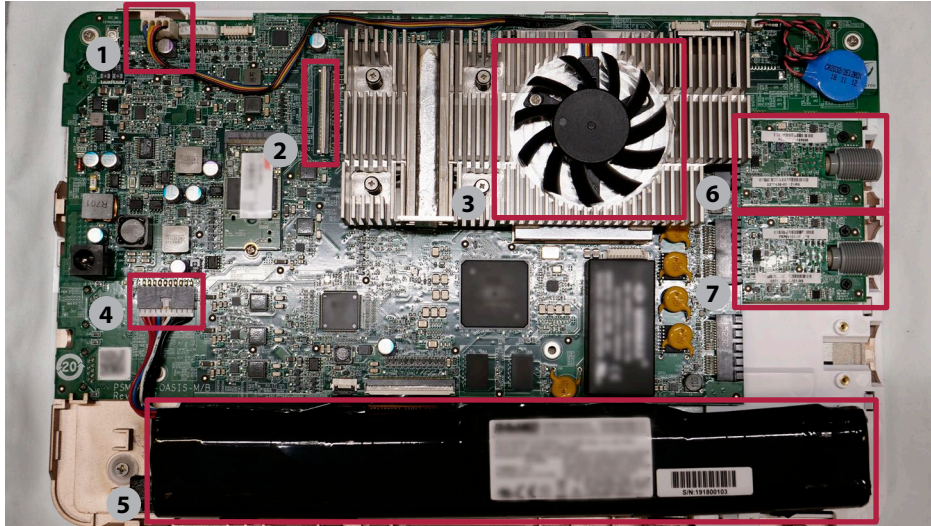
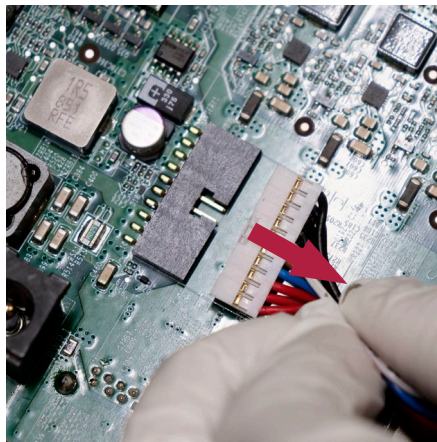
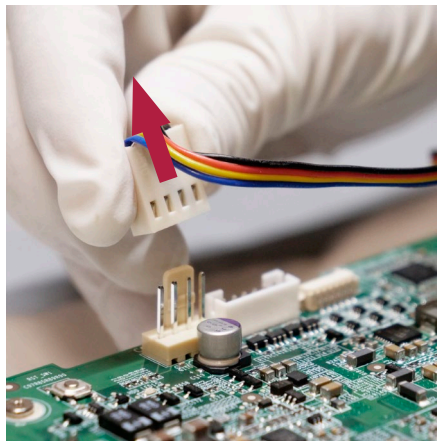

图 12 主板概览。 部件名称： ① 风扇连接器， ② 连接主板的 FPC 连接器， ③ 风扇， ④ 电池连接器， ⑤ 电池， ⑥ 可视化设备接口 (VDI) 板 1 ⑦ 可视化设备接口 (VDI) 板 2
图 13 断开电池电缆
图 23 断开风扇电缆
现在可以显现出主板了（见图 12）。
按照图 13 所示的方向，小心地将灰色部分从黑色部分拉开，松开电池电缆（参见图 12 中的位置）。
参见图 12，确定电池的位置。
参见图 12，确定 VDI 板的位置。
参见图 12，确定风扇的位置。
确定主板上风扇连接器的位置 (见图 12)，断开风扇连接器 (见图 23)。
- g) 连接风扇电缆（见图 12 和图 23）